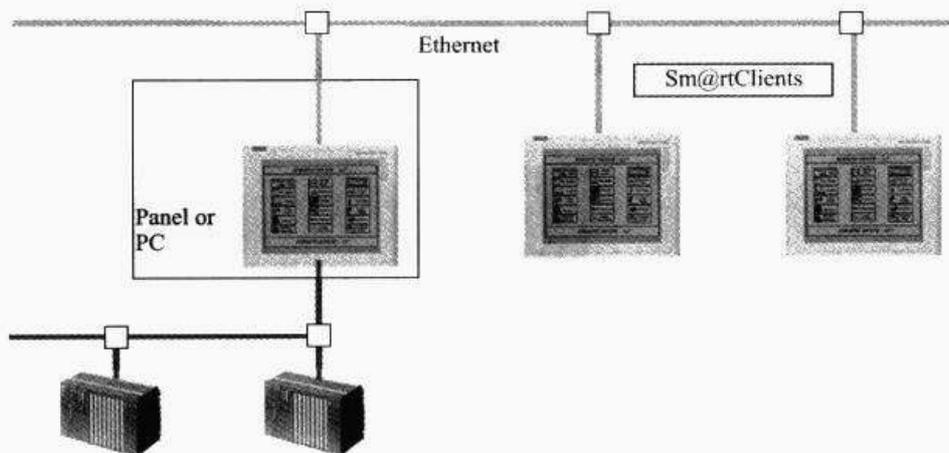

图 15-9 并行的操作员设备
① 并行的操作员控制站(Sm@rtServer 和 Sm@rtClient 方式):这种方式适用于大型的机器系统、长距离的生产线或者分布很广的机器/系统。采用这种方式,操作人员可以在任何一台 HMI 设备上控制监视系统。如图 15-9 所示。